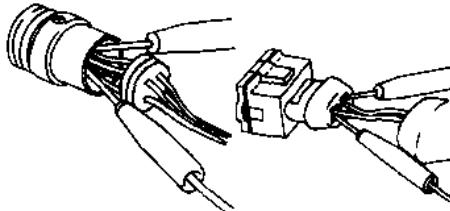

图 2-12 测量方法
- (2) 当检查线路通断及电流或电压时，应从有线的一侧将测试笔插入插接器（图 2-12）。
- (3) 检查后，应将防水橡胶套牢固地装在插接器上。